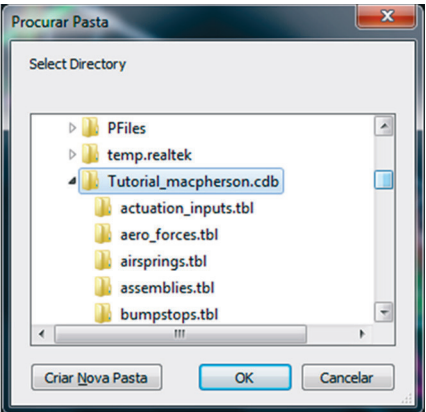

Figura 4.121 – Diretório selecionado para as simulações.
- Selecione o diretório de interesse (Figura 4.121).